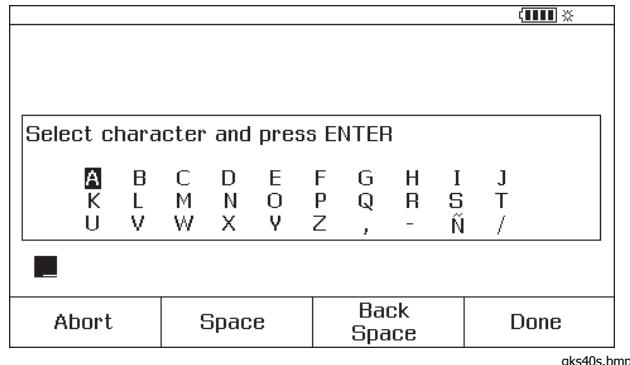

Рисунок 11. Персонализация устройства
3. Нажимая , переведите курсор на строку **ид.** (ID).
4. Нажмите экранную кнопку  или **Вариан.** (Choices). На рис. 11 показан экран.